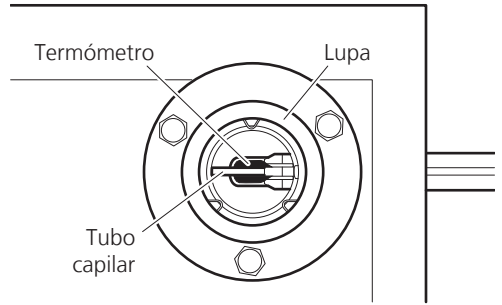

Fig 5
4. Comprobar a través de la lupa de observación, que la posición, tanto del termómetro como de los capilares es similar a la indicada en la fig 5.